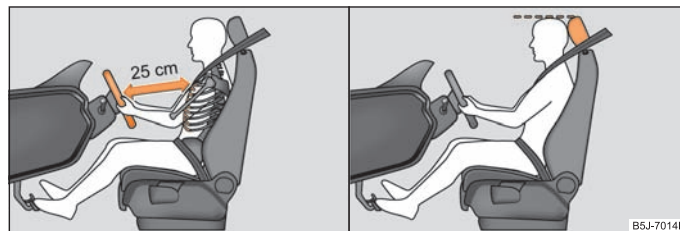

Fig. 108 Distanța corectă dintre șofer și volan / Reglarea corectă a tetierei șoferului
- Reglați astfel scaunul șoferului încât distanța dintre volan și torace să fie de cel puțin 25 cm ⇒ fig. 108 - stânga.
- Reglați tetierele astfel încât marginea superioară a tetierei să se afle la aceeași înălțime cu partea superioară a capului dumneavoastră ⇒ fig. 108 - dreapta. ►
- Între șofer și volan trebuie să existe o distanță de cel puțin 25 cm ⇒ **pagina 114, fig. 108**. Dacă nu se respectă această distanță, sistemul airbag nu își poate exercita eficiența maximă – Pericol!
- Reglați tetierele astfel încât marginea superioară a tetierei să se afle la aceeași înălțime cu partea superioară a capului dumneavoastră ⇒ **pagina 114, fig. 108** - dreapta.
- Reglați tetierele astfel încât marginea superioară a tetierei să se afle la aceeași înălțime cu partea superioară a capului dumneavoastră ⇒ **pagina 114, fig. 108**.